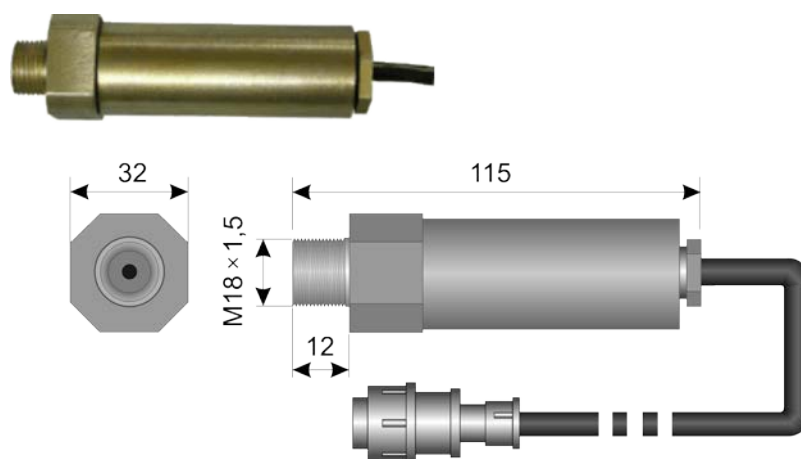

Рис. 4
| 3) Датчики давления АС-ДДВ-01_____ | 4 шт, Рис.4; |
6.6. Датчик давления, Рис.4, представляет собой прибор, преобразующий давление в электрический сигнал. В модификации, применяемой в АС-ДУ-01 выходные сигналы всех датчиков давления, вне зависимости от рабочего диапазона привязаны к шкале 0÷5В.